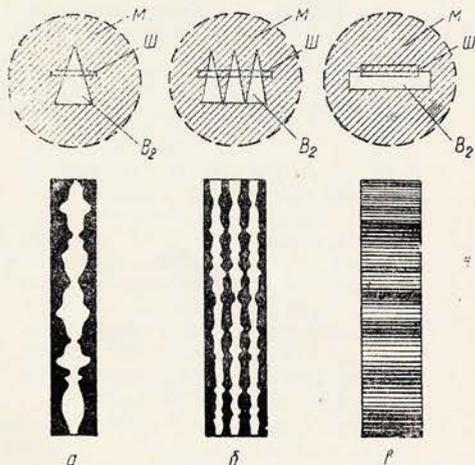
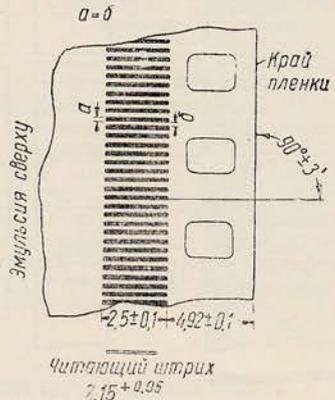
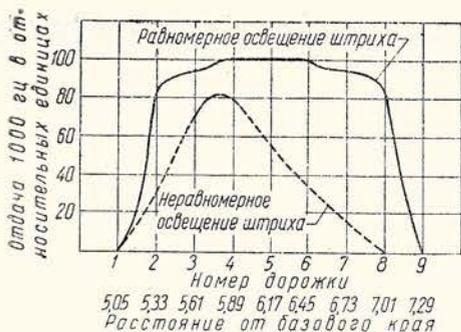

Рис. 4. Изображение выреза маски на щели и вид получаемых позитивных фонограмм
Рис. 11. Контрольная фонограмма для фокусировки штриха
Рис. 14. Зависимость отдачи от смещения дорожки
Предположим, что вырез имеет форму простого равнобедренного треугольника (рис. 4, а). Когда изображение освещенного выреза  $B_2$  перемещается по щели вверх, освещаемый участок щели увеличивается (от центра щели к краям), соответственно увеличивается и длина пишущего штриха на пленке. Если изображение выреза перемещается вниз, длина пишущего штриха уменьшается, и он как бы сжимается от краев к центру. При движении изображения освещенного выреза по щели то вверх, то вниз длина пишущего штриха на пленке становится то больше, то меньше; в результате этого меняется ширина записываемой фонограммы в соответствии со звуковыми колебаниями. Полученная таким способом фонограмма была названа фонограммой переменной ширины (см. рис. 4, а).
Если вырез в пишущей маске имеет вид не одного, а нескольких треугольников (рис. 4, б), то при движении такого выреза по щели каждый из треугольников будет записывать свою, отдельную фонограмму. Естественно, что все эти фонограммы будут совершенно одинаковы, так как все треугольники равны и движутся при записи одновременно. Фонограмма, полученная указанным образом и состоящая из ряда расположенных в непосредственной близости друг от друга узких одинаковых звуковых дорожек, называется многодорожечной фонограммой (см. рис. 4, б).
Когда вырез в записывающей маске имеет форму прямоугольника (рис. 4, в) и его изображение перемещается поперек
механической щели вверх и вниз, то количество света, попадающего через пишущий штрих на пленку, изменяется. Если изображение выреза поднимается вверх, освещается большая часть щели; когда изображение выреза опускается вниз, освещается меньшая часть площади механической щели. Общая длина пишущего штриха на пленке при этом не изменяется. В соответствии с записываемыми звуковыми колебаниями изменяется только количество света, попадающего через пишущий штрих на пленку. Разные участки пленки, движущиеся мимо штриха в звукозаписывающем аппарате, получают соответственно разные количества освещения. Почернение (плотность) пленки при ее проявлении зависит от количества света, освещавшего ее при записи; поэтому на разных участках почернения будут разными. Получаемые таким способом фонограммы (см. рис. 4, в) называются фонограммами переменной плотности.
Многодорожечная фонограмма (см. рис. 4, б) используется главным образом на узкоплеченных фильмах. Фонограмму, показанную на рис. 4, а, можно увидеть на старых фильмах, записанных на аппарате Шорина или на аппарате с зеркальным
1. Фонограмма для фокусировки читающего штриха (рис. 11) представляет собой запись частоты 5000—6000 гц, произведенную маской с прямоугольным вырезом (см. рис. 4, в). Эта фонограмма имеет вид резко очерченных темных полос с равными светлыми промежутками между ними. При фокусировке штриха фонограмма движется в проекторе, причем, фокусируя штрих, добиваются максимальной отдачи частоты, записанной на фонограмме\*.
кой фонограммы сдвинута относительно оси предыдущей на ширину одной узкой фонограммы. Запись подобной фонограммы осуществляется многозубчиковой маской (см. рис. 4, б), причем при записи первой дорожки открывается только один зубец выреза, затем, при записи второй дорожки, открывается только один второй зубец и т. д. При воспроизведении такой фонограммы правильно установленным и равномерно освещенным читающим штрихом громкость звука должна быть постоянной, т. е. отдача всех дорожек должна быть одинаковой. Если построить зависимость отдачи каждой дорожки от ее номера (или расположения по отношению к краю пленки), то на основании полученного графика нетрудно определить длину, расположение и степень неравномерности освещения читающего штриха (рис. 14).
6. Фонограмма для проверки неравномерности движения фильма в проекторе. Внешний вид ее аналогичен фонограмме рис. 11. При изготовлении этой фонограммы принимаются особые меры, обеспечивающие высокую степень постоянства записываемой частоты и скорости пленки при записи. Измерение неравномерности продвижения фильма в испытуемом проекторе делается при воспроизведении этой фонограммы с помощью специального прибора на выходе. Измерение неравномерности продвижения производится только при заводских или лабораторных испытаниях проекторов.